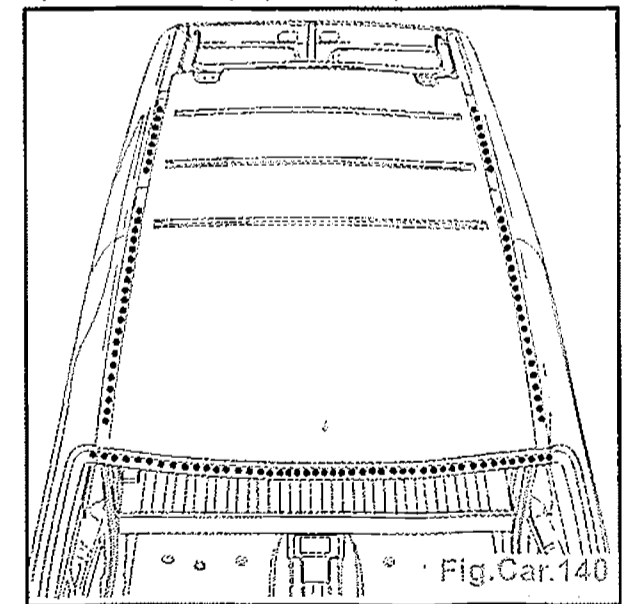

Fig.Car.140
- Souder par points électriques avec l'équipement CA3 (Fig.Car.140).